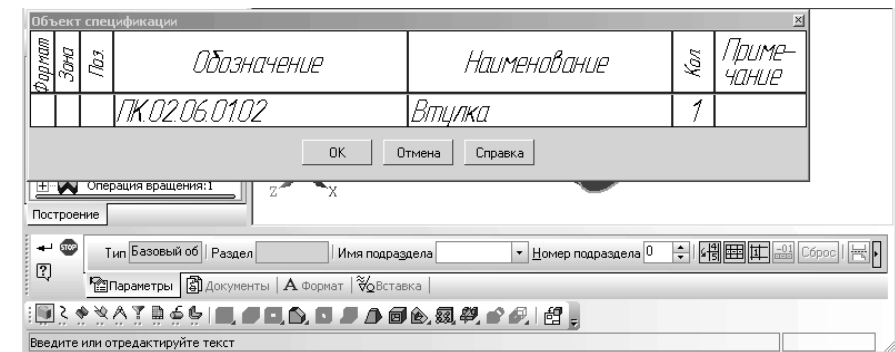

Рис. 6.124. Создание объекта спецификации для детали **Втулка**
- щелкните в диалоговом окне **Выберите раздел и тип объекта** по пункту **Детали**, а затем по кнопке **Создать**. Появится объект спецификации для детали **Втулка** (рис. 6.124);